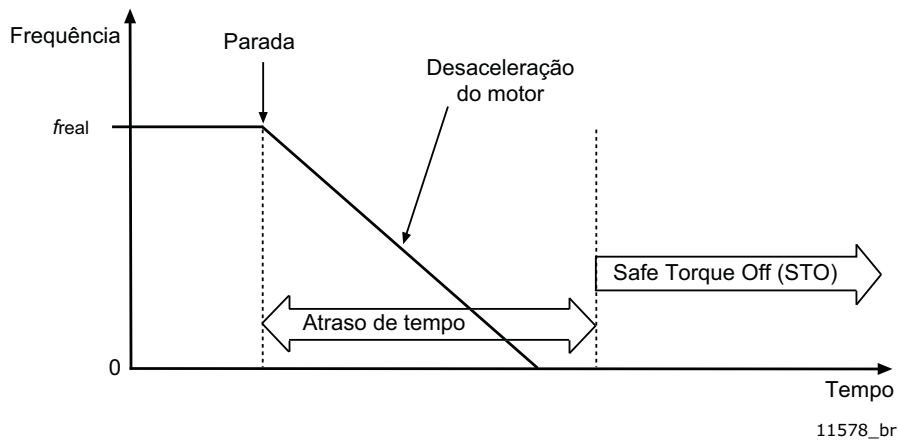
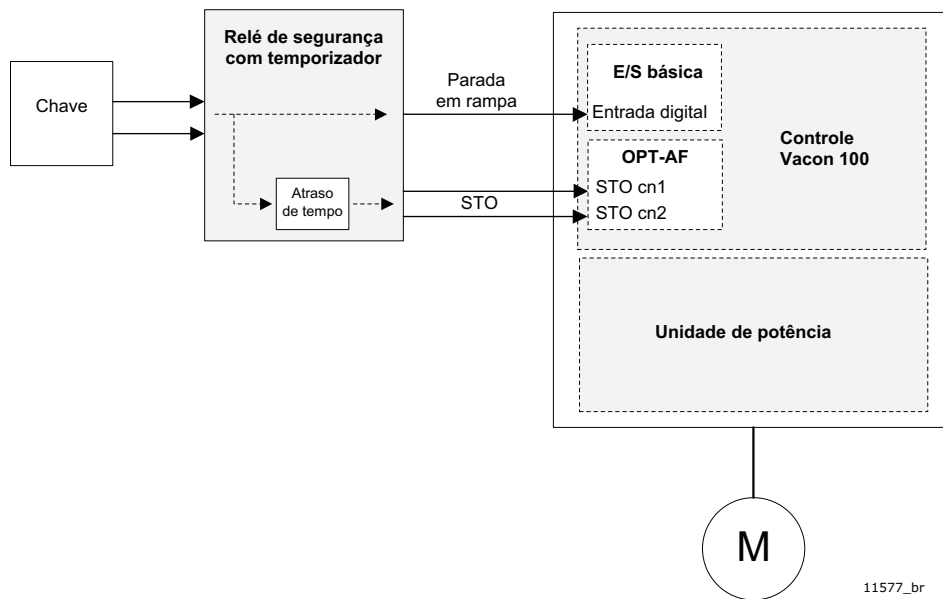

Figura 6. Princípios do Safe Stop 1 (EN 61800-5-2, SS1 tipo c)
Figura 8. Princípios de conexão do Safe Stop 1 (SS1)
A Figura 8 mostra os princípios de conexão da função de segurança Safe Stop 1, conforme especificado na Figura 6.
- Uma saída digital separada do relé de segurança é conectada a uma entrada digital geral do conversor Vacon 100. A entrada digital geral deve ser programada para executar o comando de parada do conversor e inicia a função de parada do conversor sem atrasos (deve ser configurado como “parada por rampa”) e causa a desaceleração do motor. Se o comportamento de SS1 na Figura 6 for necessário, deverá ser garantido que a parada por rampa seja ativada quando o sinal de parada for recebido. Verificar esse comportamento é responsabilidade do projetista do sistema.